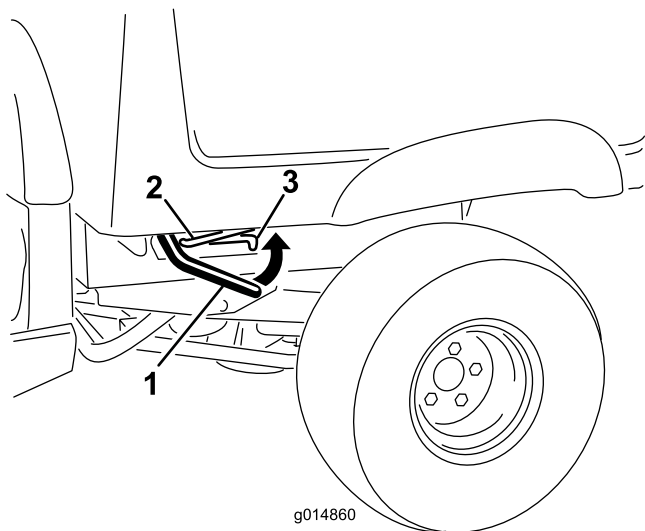

図 1
2. 荷台の右側または左側でレバーを引き上げ、荷台を持ち上げる（図 1）
3. プロップロッドを固定スロットにはめ込んで荷台を固定する（図 1）。